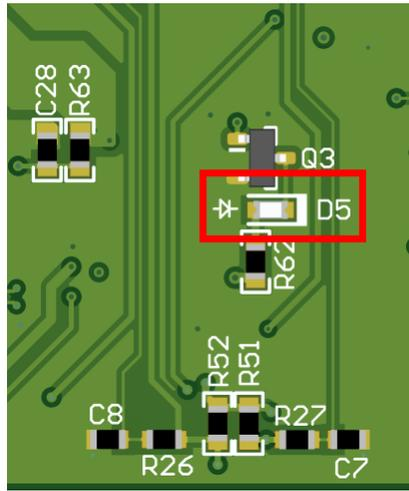

图 2-1. USB LED
- 点击 *Identify* 使 LED 闪烁，如图 2-1 所示。点击 *Identify* 按钮后，LED 会以约 0.5 秒亮、0.5 秒灭的频率快速闪烁约 5 秒钟。这样可确认与电路板的连接。但请注意，已连接到 PC 但未附加到 TICS Pro 配置文件的 *USB2ANY* 器件，可能会持续以亮 1 秒、灭 1 秒的慢速闪烁。